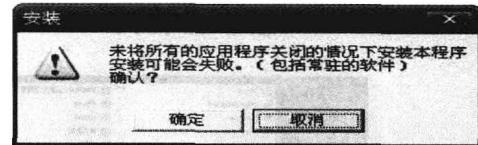
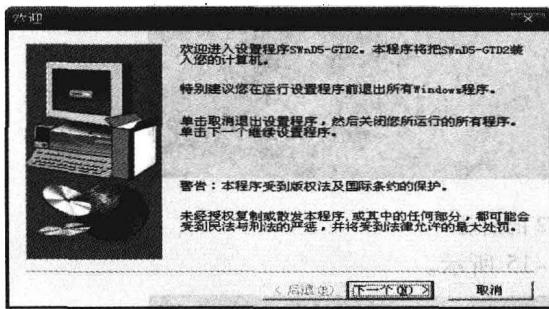

图 1-8 安装提示信息
图 1-9 欢迎安装界面
4) 初始安装界面完成以后将出现如图 1-8 所示的提示框信息，若提示“未将所有的应用程序关闭的情况下安装本程序可能会失败。”此时只需单击“确定”按钮即可。
5) 单击图 1-8 中“确定”按钮以后，将出现如图 1-9 所示的欢迎安装界面，只需单击“下一个”按钮即可。